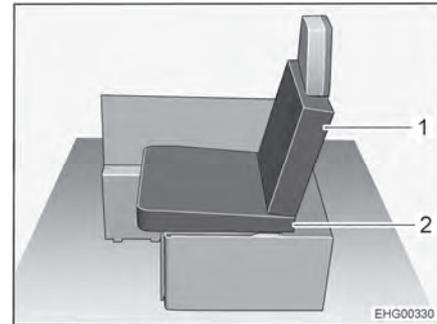

Fig. 24 Après la transformation
- Poser l'un des coussins d'assise de la banquette longitudinale gauche (Fig. 24,2) sur la banquette. Tenir compte de ce que le coussin d'assise est cunéiforme : il doit être légèrement incliné en direction du dossier (voir Fig. 24).
- Poser l'un des coussins supplémentaires fournis contre le dossier du siège emboîtable pour servir de coussin de dossier (Fig. 24,1).